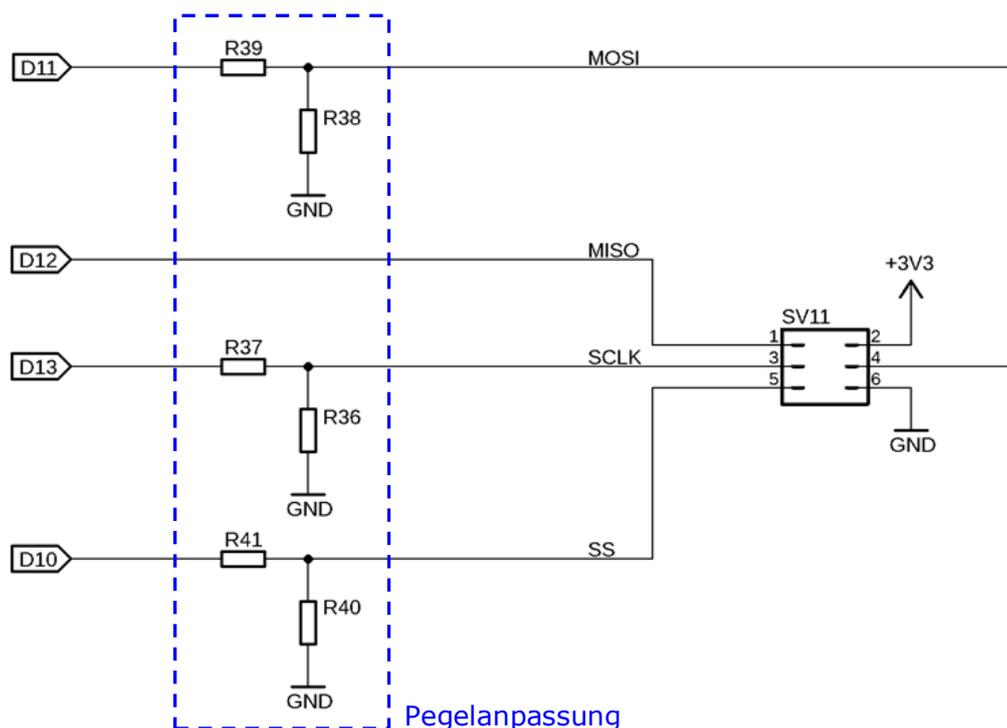

Abbildung 16: Anschlussbelegung der SPI-Verbindungsleiste SV11
Abbildung 16 und Abbildung 17 zeigen! Daher **darf immer nur eine der beiden Anschlussleisten SV11 oder SV12 zur selben Zeit** mit einem SPI-Modul verbunden sein, denn die gleichzeitige gemeinsame Verwendung derselben SS-Leitung für verschiedene Endgeräte würde zu Übertragungsfehlern und Kurzschlüssen auf den SPI-Leitungen führen!
Die Anschlussleiste SV11 (Pfeil (13) in Abbildung 1) ermöglicht dem Anwender eine serielle SPI-Verbindung (SPI = Serial Peripheral Interface) des *MCCAB Trainingsboards* mit einem externen SPI-Modul mit +3.3 V-Betriebsspannung, denn die Pegel der SPI-Ausgangssignale SS, MOSI und SCLK an Interface SV11 sind über Spannungsteiler auf 3.3 V reduziert. Ein 3.3 V-Pegel auf der SPI-Eingangsleitung MISO wird von dem AVR-Mikrocontroller ATmega328P als HIGH-Signal erkannt und muss deshalb nicht auf 5 V-Pegel angehoben werden. Die Beschaltung von SV11 zeigt Abbildung 16.